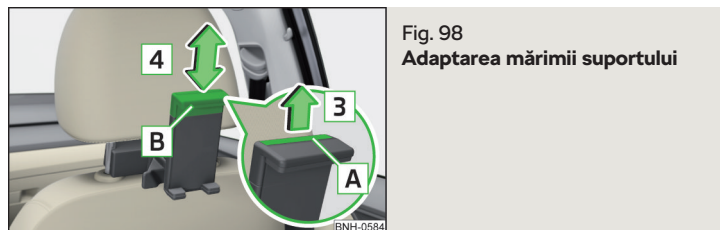

Fig. 98
- Pentru **adaptarea înălțimii suportului**, trageți curelușa de siguranță **A** în sensul săgeții **3** și deplasați piesa **B** în sensul săgeții **4** în poziția dorită » fig. 98.